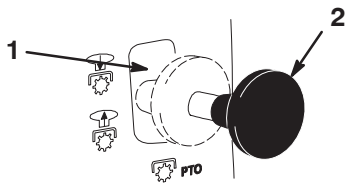

Bild 5
2. Stellen Sie den Zapfwellenantrieb auf „Ein“ (Bild 5).
2. Stellen Sie den Zapfwellenantrieb (ZWA) auf „Aus“ (Bild 5).
3. Stellen Sie den Zapfwellenantrieb (ZWA) auf Aus (Bild 5).